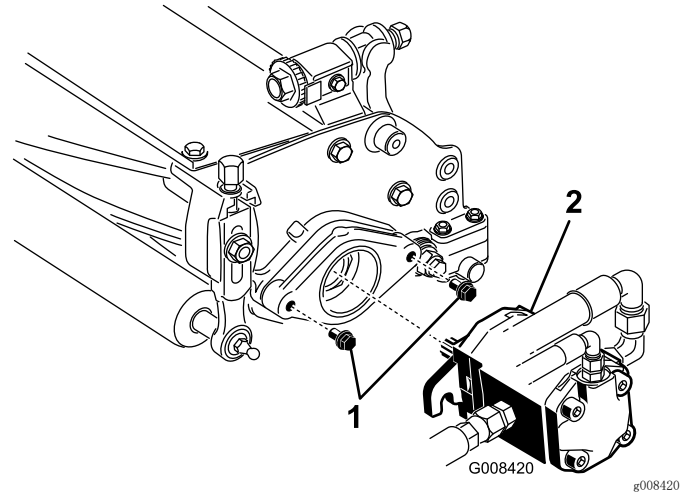

图11
7. 确保每个滚刀驱动马达安装螺栓都有大约 13mm 的螺纹露在外面(图11)。
8. 在马达花键轴上涂抹干净的润滑脂,然后安装马达,首先顺时针旋转马达,使马达法兰脱离螺栓。逆时针旋转马达,直至法兰环绕住螺栓(图11)。
9. 然后旋紧安装螺栓(图11)。